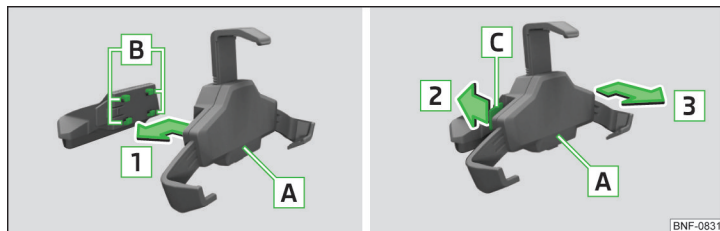

Bild 75 Sätta i hållaren i adaptern/ta bort hållaren från adaptern
- För att **fästa hållaren på adaptern** ska du sätta i hållaren **A** i fästena **B** i pilriktningen **1** tills den klickar fast » bild 75.